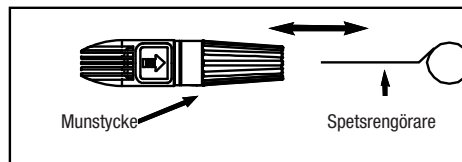

Bild 5 – För in spetsrengöraren i munstyckshålet och för den fram och tillbaka tills smutsen lossnar
- För in en tråd (t.ex. den medföljande spetsrengöraren eller ett uppvikt gem) i munstyckshålet och för tråden fram och tillbaka tills smutsen lossnar (se bild 5).